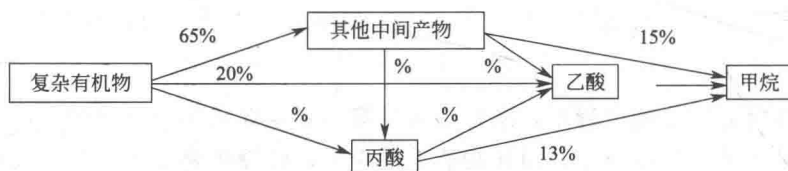

图 1-1 有机物厌氧分解甲烷形成来源
(1) 生物膜成熟的标志是什么?
(2) 污水中大量繁殖的微生物群体凝聚而成的黄色或褐色絮绒状泥团有很强的吸附和氧化分解有机物的能力称为“活性污泥”。其主要组成部分是什么? 各自的特点有哪些?
(3) 在污泥消化过程中, 约 72% 的甲烷是由乙酸裂解的甲烷菌产生的; 其余的 28% 则是由减少 CO_2 的甲烷菌产生的, 其中 13% 从丙酸中产生, 15% 从其他中间产物产生, 请填写“有机物厌氧分解甲烷形成来源”图 1-1 中箭头上的数字。